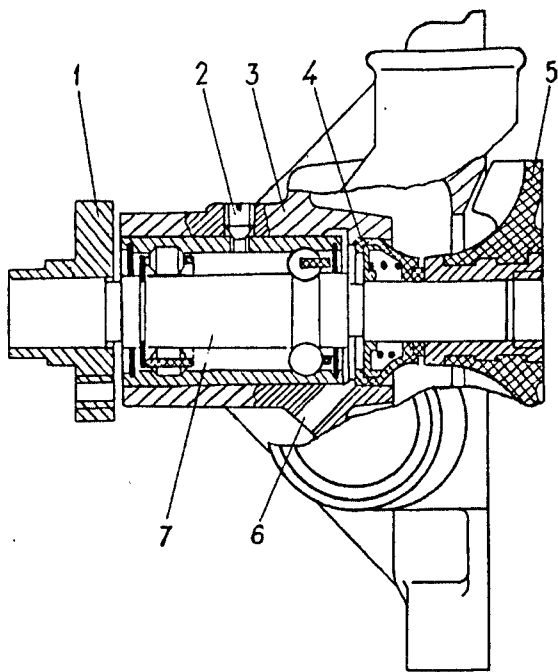

Рис. 23 Водяной насос:
**Водяной насос** (рис. 23) центробежного типа. Расположен и закреплен на крышке цепи. Подшипник 7 отделен от охлаждающей жидкости самоподтягивающимся сальником 4 неразборной конструкции, внутри которого расположены манжета и уплотняющая шайба. Жидкость, просачивающаяся через сальник, не попадает в подшипник, а вытекает наружу через контрольное отверстие 6, которое периодически надо прочищать. Подшипник от перемещения удерживается фиксатором 2, который завернут до упора и закернен. Подшипник заполняется смазкой при сборке, в процессе эксплуатации добавления смазки не требуется. Ступица 1 и крыльчатка 5 напрессованы на валик подшипника.